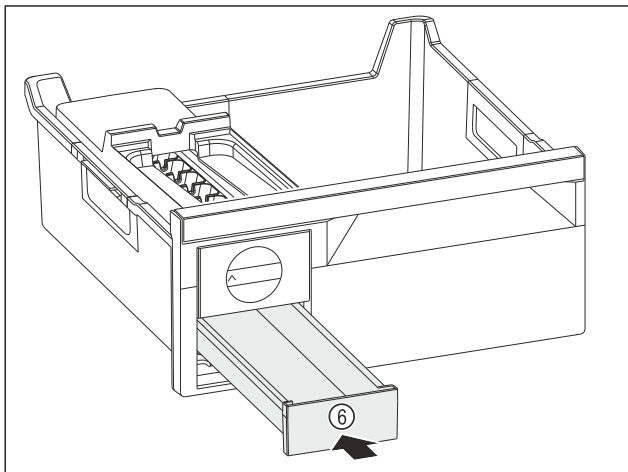

Fig. 136
- Buz küpü çekmesini Fig. 136 (6) içeri itin.